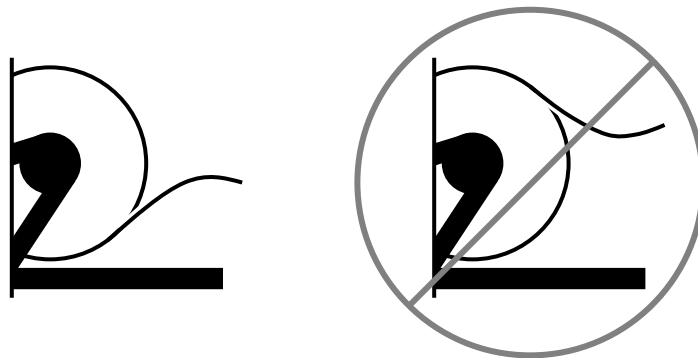

Figura 3. Orientação de papel correcta (esquerda) e incorrecta (direita)
3. Insira o rolo de papel na abertura, de forma a que o papel seja alimentado pelo lado inferior do rolo (ver Figura 3).